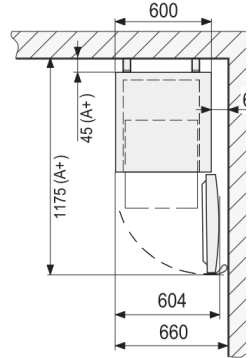

Fig. 3
- Dans le cas d'une installation de l'appareil dans un angle de la pièce, veillez conserver une marge d'au moins 6 cm sur le côté afin de pouvoir ouvrir la porte de manière suffisante pour permettre l'ouverture des tiroirs. (fig. 3).